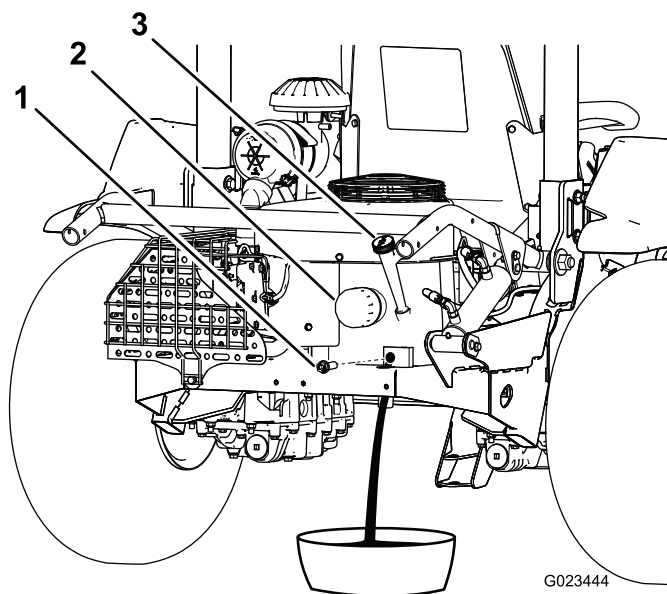

図 40
3. ドレンプラグ (図 40) を外してオイルを適当な容器に受ける。オイルが抜けたらドレンプラグを取り付ける。